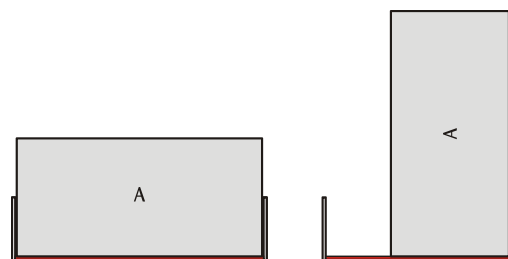

Fig. 1: Investigación de la fricción de adherencia y de deslizamiento con el cuerpo de fricción A para dos diferentes tamaños de la superficie de apoyo.
- Colocar la lengüeta de fricción, a elección, con el lado liso o áspero en la pista y posicionar encima un cuerpo de fricción (ver fig. 1 y 2).